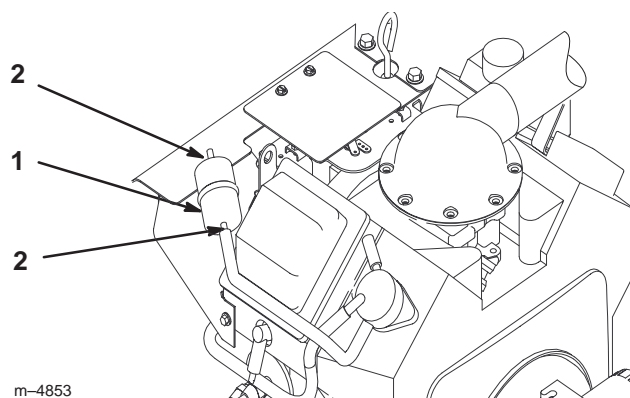

Figure 61
3. Pincez les extrémités des colliers et faites glisser ceux-ci pour les éloigner du filtre (Fig. 61).